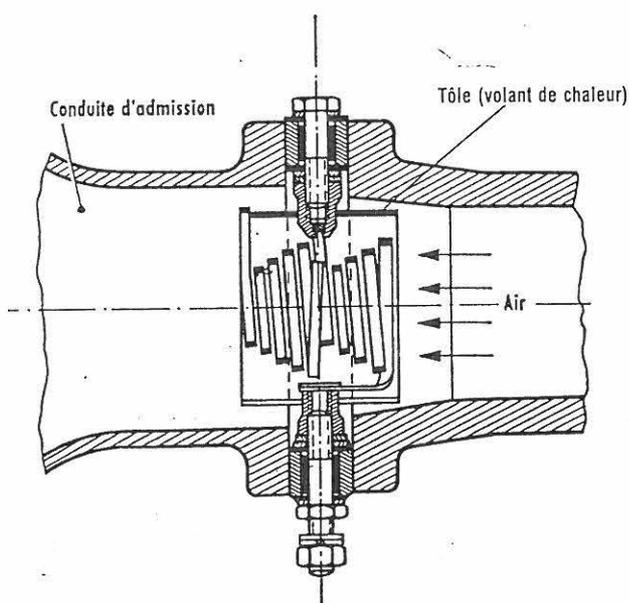

Fig. 20.
Par temps froid, le démarrage des moteurs à injection directe ou à système MAN est considérablement amélioré par le réchauffage préalable de l'air aspiré à l'aide d'une ou plusieurs résistances chauffantes (fig. 20 et 21).
Ce manchon comprend la spirale incandescente qui est enroulée de manière à permettre le réchauffage de l'air sur le plus long parcours possible (1) ; en outre, elle est entourée d'une tôle qui constitue un « volant de chaleur » (fig. 20).
Cette disposition assure une circulation active de l'air et une bonne radiation de la chaleur ; l'air doit traverser les cônes en pénétrant par la grande base (fig. 20).